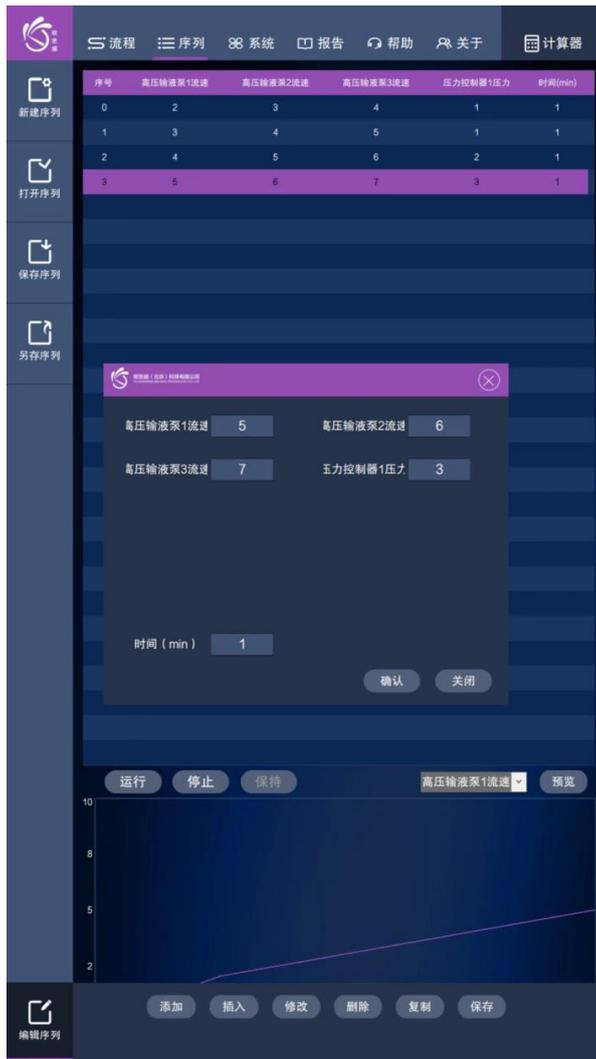

图5-8 序列参数设置界面
2. 新序列新建完成后（即选择完成参与序列运行的模块），需要设置每行对应模块参数值，如图 5-8 所示，待设置完成后，按【运行】键，模块按已设定好的序列，顺序执行。运行过程中，也可根据工艺路线，随时【修改】、【插入】、【添加】未执行的序列行参数。同时，在软件界面下端可查看对应模块参数曲线。